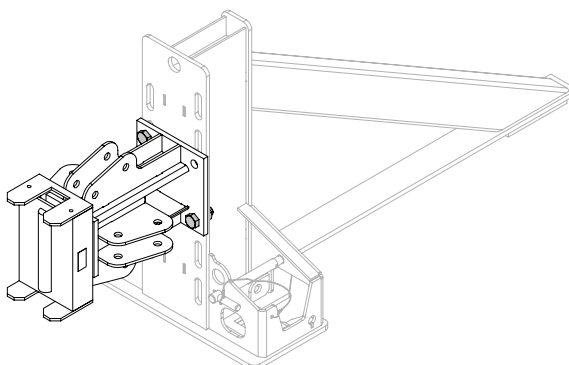

Fig. D2.07
2. Inserire l'albero (**2.2**) nell'albero di testa (**2.1**) e fissarlo in modo che non cada. (Fig. D2.07)